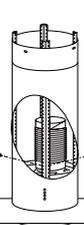

Рис. 5
7. Используйте 16 шурупов M4x10 и гнезда M4 для соединения углового крепления и пластины согласно рис.5.